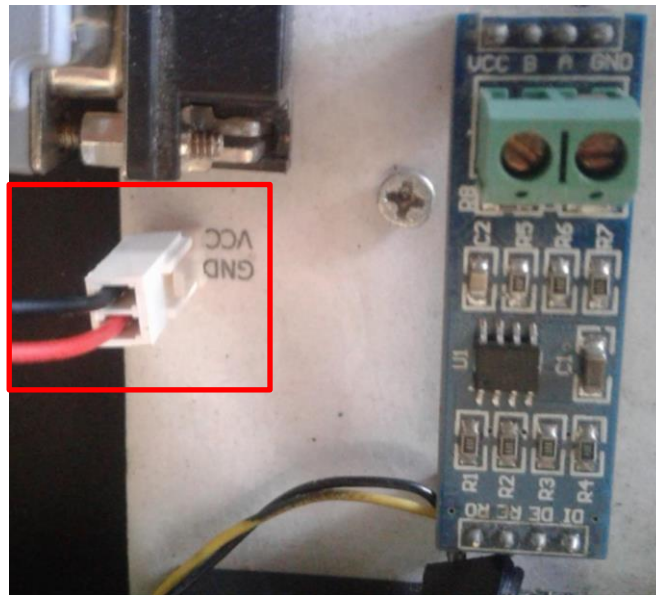

Figura 16 Conexión fuente de 5 voltios
- Conecte la fuente de 5 voltios al circuito maestro, ver Figura 16.